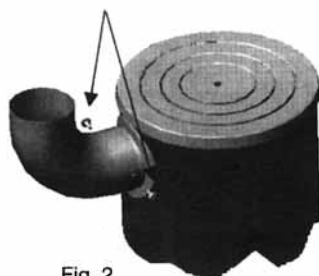

Fig. 2
- Colocar os parafusos sem apertar em excesso, para evitar danificar o esmalte.(Fig. 2)